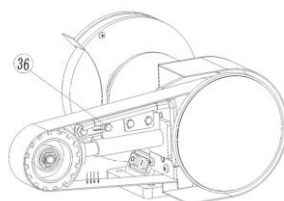

fig. 14
1. Desserrez le boulon (n° 36) (fig. 14).